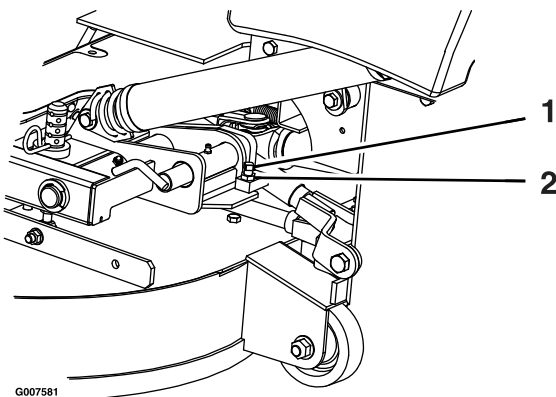

Bild 70
2. Lösen Sie die Klemmmutter und drehen Sie die Anschlagsschraube nach rechts, bis der Arretierbolzen fest ist und nicht mit der Hand gedreht werden kann (Bild 70).